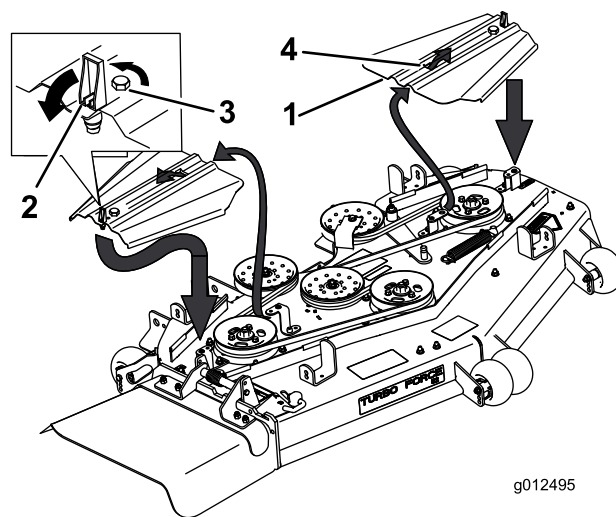

Figura 70
5. Rimuovete i paracinghia e i relativi bulloni (Figura 70).
- Montate i paracinghia infilandoli sulle linguette, serrate i bulloni e chiudete i dispositivi di chiusura (Figura 70).